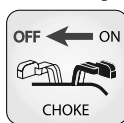

Fig. 3
5. Feche o afogador (Fig. 3, “OFF” posição).